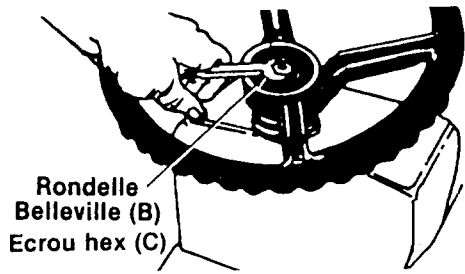

FIGURE 13
5. Maintenez-le en place avec une rondelle Belleville (B) (côté creux contre le volant) et un écrou à six pans (C). Voir la figure 13.
6. Poussez le chapeau (A) sur le volant à la main.